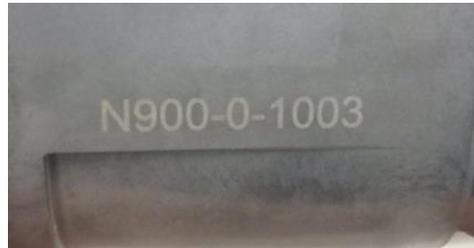

図 2-6 背面シリアル番号
5. アプリ画面中「対象ウインチ ID」にウインチ ID を入力してください。ウインチ ID は、図 2-6 のようにウインチ背面にレーザー刻印されているシリアル No の下4桁となります。この例では「1003」となります。